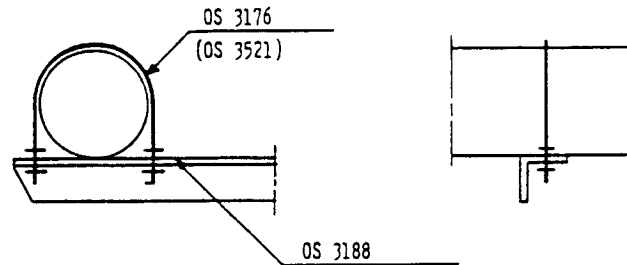

FIG. 1
3.1 Frigående rørbøjler se fig. 1